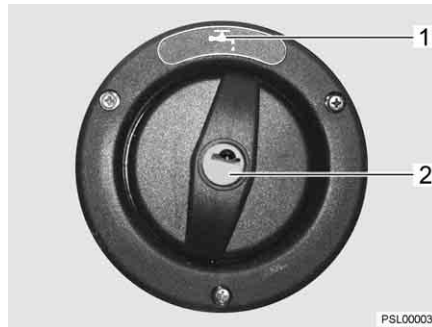

Fig. 55 Tapa de cierre para el tubo de llenado de agua potable
- ▷ El tubo de llenado de agua potable está identificado con el símbolo "☕" (Fig. 55,1).
- Introducir la llave en el cilindro de cierre (Fig. 55,2) y girar en sentido contrario a las agujas del reloj.